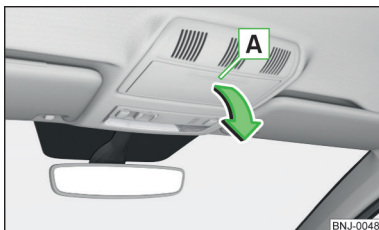

Fig. 82
- Tryk på afdækningen til brillerummet i området **A** » Fig. 82.
- Klap brillerummet tilbage modsat pilens retning » Fig. 82, indtil du kan høre, at det går i hak.